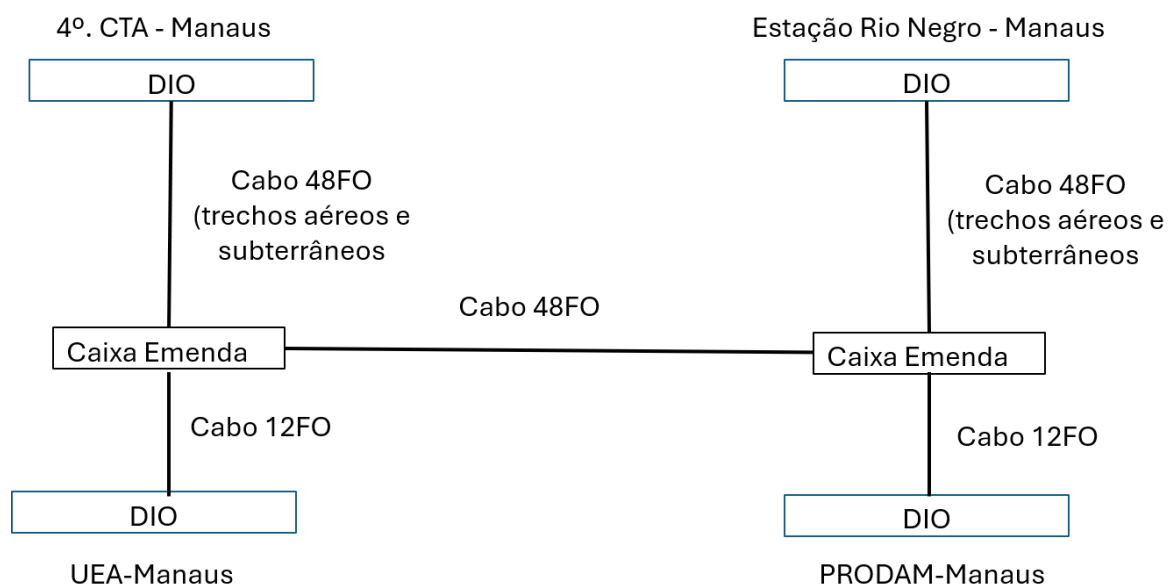

Figura 3 – ANEXO IV – Diagrama Rede Manaus
- 3.3. Deverão ser instalados 4 DIOs sendo 2 nos pontos de Terminação e 2 nos pontos intermediários da UFAM e PRODAM conforme diagrama abaixo da Figura 3 – ANEXO IV – Diagrama Rede Manaus